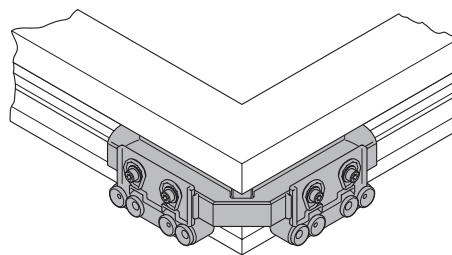

Рисунок 7: Шаблон нижней петли на створке FL.K.U
- Шаблон LE.B.FL.K.U (1) вставить в фурнитурный паз и прижать. Сверлить отверстия сверлом 6 мм.
- Сверлом 3 мм просверлить только первую стенку профиля. (Рис. 7).
- Петлю FL.K.U (2) установить в отверстия и закрепить двумя шурупами 4,2 мм x 40 мм.